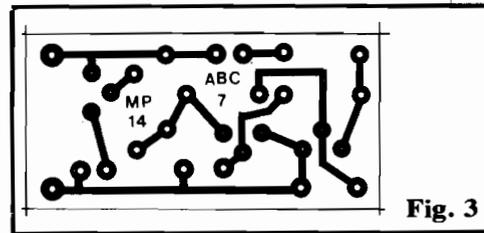

Fig. 3
- **FIG. 3** - Placa específica de Circuito Impresso, com o lay out do padrão cobreado (ilhas e pistas) mostrado em tamanho natural (é só copiar, diretamente...). A simplicidade geral do circuito permite grande sintetização no padrão cobreado, de modo que a "cópia" e confecção, da plaquinha será uma verdadeira "moleza" (vão praticando, já avisamos...). "Pintando" dúvidas, não tenham